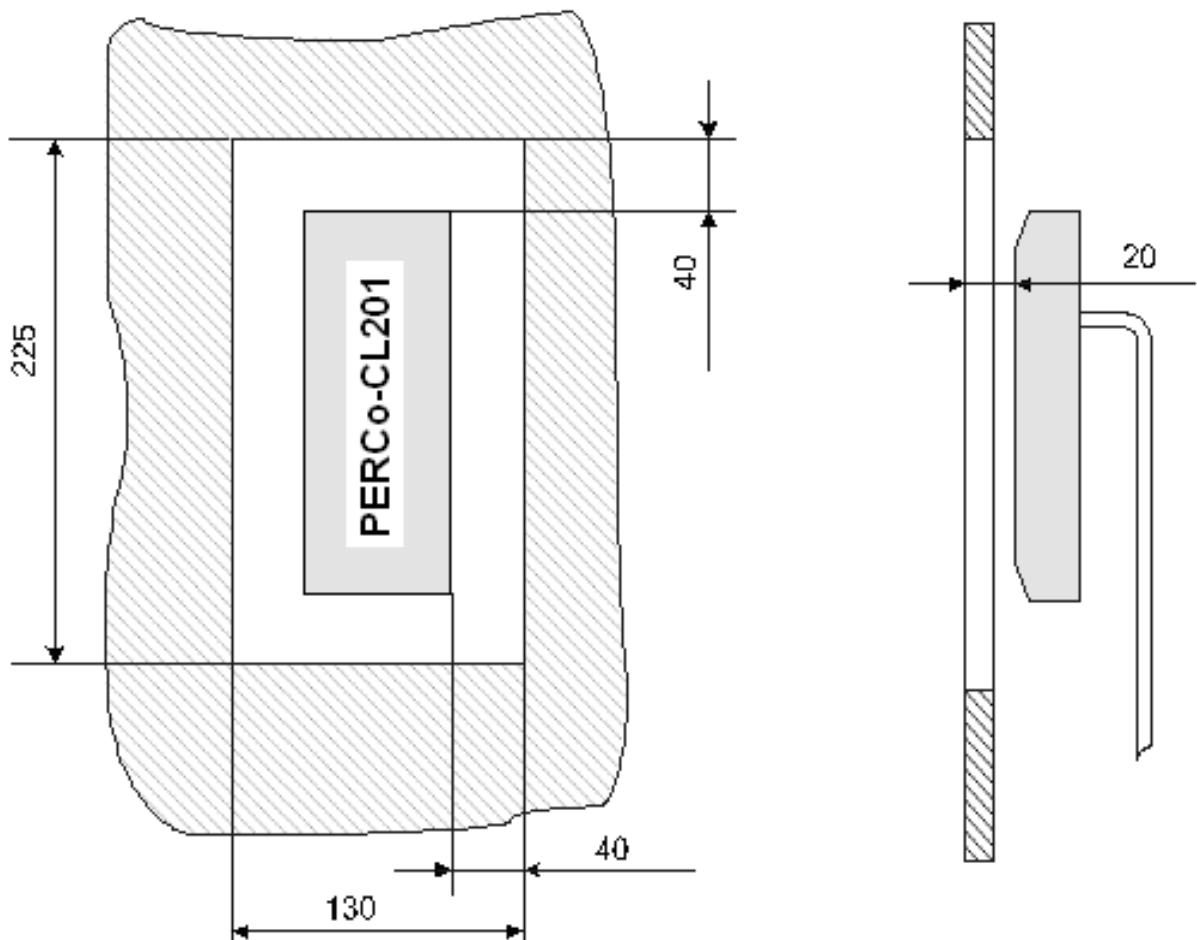

Рисунок 2 — Установка контроллера замка PERCo-CL201 за металлической поверхностью
- При установке контроллера замка PERCo-CL201 за металлической поверхностью, в ней необходимо вырезать окно, напротив которого, равноудалено от краев окна, и устанавливается контроллер (см. рис. 2), при этом размеры окна должны быть не менее 225x130 мм. Само окно может быть закрыто неметаллической вставкой (например, из пластмассы), а контроллер замка PERCo-CL201 может быть утоплен вглубь окна на расстояние не более 20 мм от внешней стороны металлической поверхности — дальность считывания кода при таком способе монтажа контроллера замка PERCo-CL201 уменьшается на 30 - 50%;